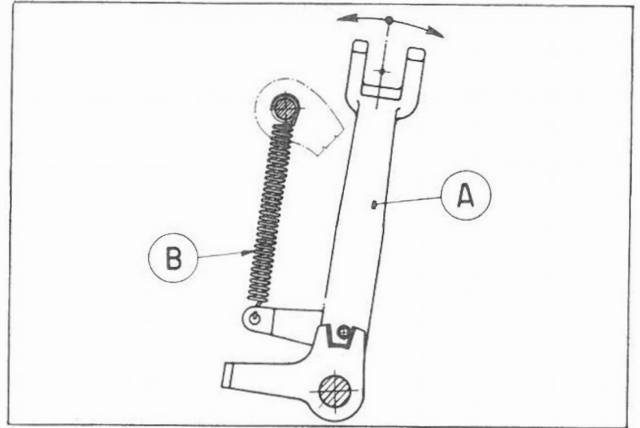

Fig. 48
LDA672/673 - 832/833 - Il dispositivo è automatico e consente alla leva comando pompa iniezione di compiere un supplemento di corsa sino alla posizione di massima portata della cremagliera prima dell'entrata in azione del regolatore (Fig. 48).
LDA 672/673 - 832/833 - The device is automatic and allows the injection pump control lever to make an extra travel all the way to the position of the rack maximum delivery before the governor calls it back (Fig.48). Check that lever (A) runs freely for its full travel and spring (B) is not damaged or has lost its elasticity. Spring free length is 42 mm.
LDA 672/673-832/833 - Le dispositif est automatique et permet au levier de commande de la pompe d'injection d'effectuer un supplément de course jusqu'à la position de débit maximum de la crémaillère avant l'entrée en action du régulateur (fig.48).